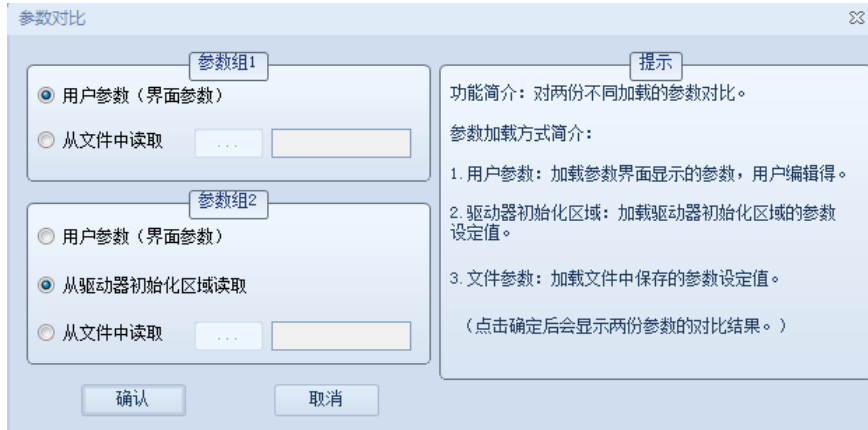

图 3-3 参数对比窗口
1. 点击<参数对比>，打开参数对比对话框（图 3-3）。
①	<p>参数对比结果操作</p> <ul style="list-style-type: none"> 界面操作：对当前界面进行操作，<确认>退出参数对比界面，点击<返回>返回到图 3-3 界面。 结果操作：对参数对比结果进行导入、导出操作。
②	<p>显示参数组 1、参数组 2 发生变化的参数。</p>
③	<p>参数变化说明</p> <ul style="list-style-type: none"> ：参数组 1 相对于参数组 2 新加的参数。 ：参数组 1 相对于参数组 2 删除的参数。 ：参数组 1 相对于参数组 2 发生变化的参数。